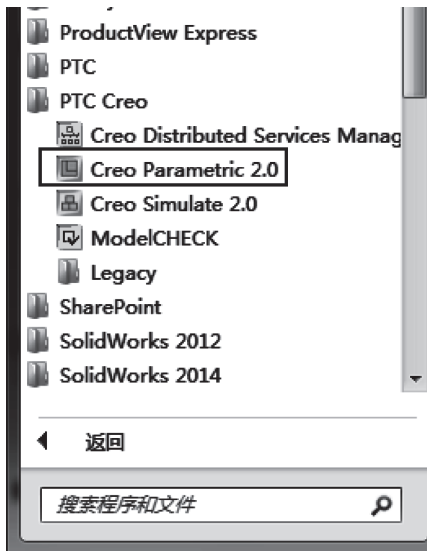
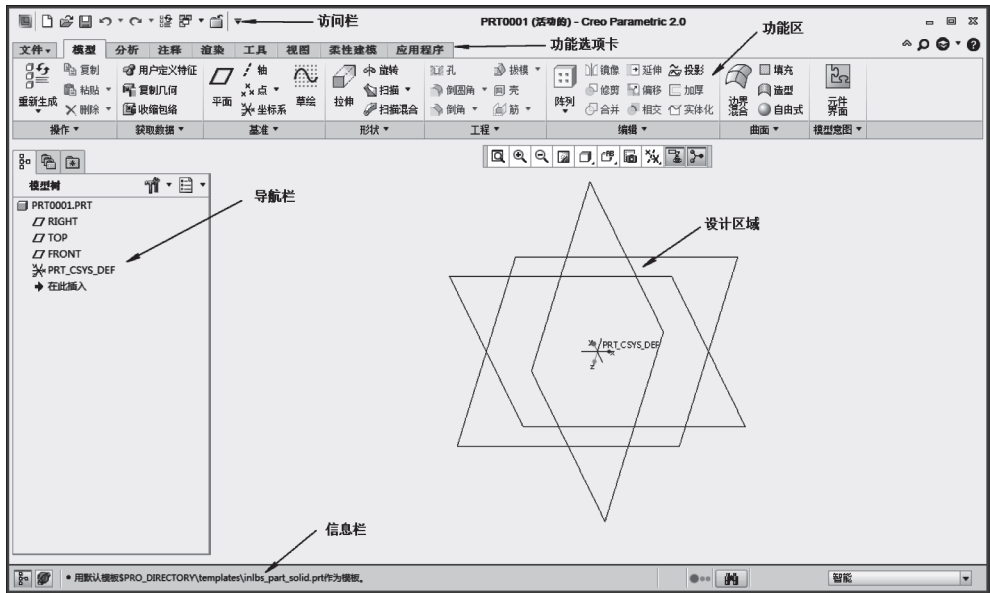

图 1-1 开始菜单栏
图 1-3 Creo 2.0 工作界面
STEP 1 从 Windows 系统的“开始”菜单中选择 Creo Parametric2.0, 如图 1-1 所示, 单击“Creo Parametric2.0”图标, 系统弹出如图 1-3 所示的系统界面。
STEP 2 双击 Windows 桌面上 Creo 软件的快捷图标, 如图 1-2 所示, 系统弹出如图 1-3 所示的系统界面。